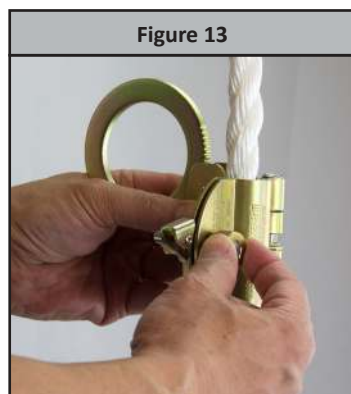
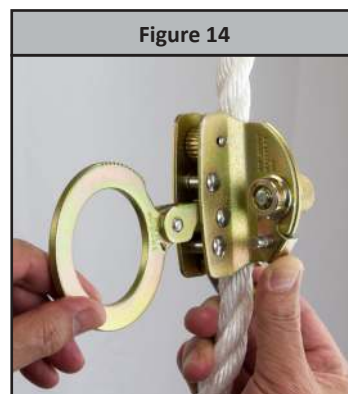

Figure 13
Figure 14
Étape 6: Remettez le bouton de verrouillage en place et vissez le plus serré possible. Voir figure 13. Tournez complètement le bec de sûreté vers le bas. Voir figure 14.